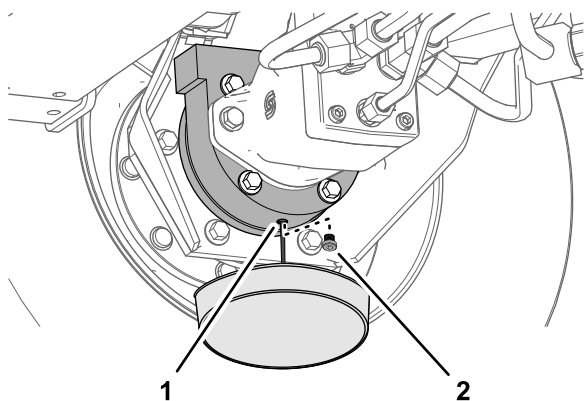

Figura 107
- Coloque un recipiente debajo del alojamiento del freno, retire el tapón de vaciado y deje que se drene el aceite totalmente (Figura 107).